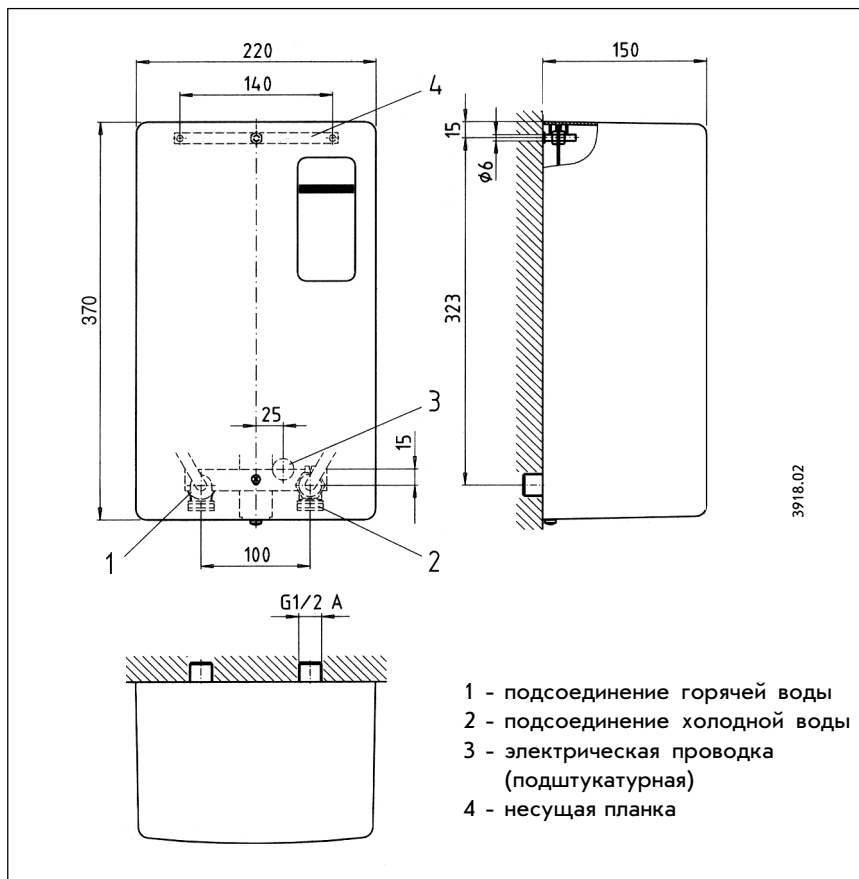

Рис. 2
Прибор типа DHA следует устанавливать в вертикальном положении (согласно рис.2), как можно ближе к водозаборным точкам.
- разъединить несущую планку (поз.4, рис.2) - основательно промыть линию холодной воды.
- закрепить согласно рис.2 несущую планку, для привинчивания использовать деревянные дюбели 4,5 x 35 мм.